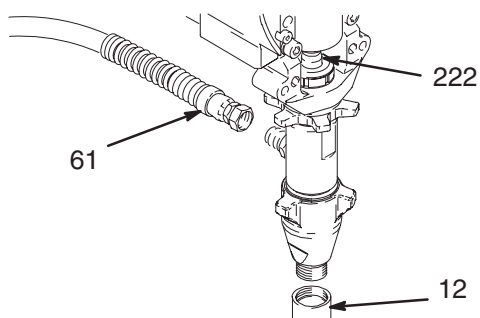

Abb. 8
3. Abb. 8. Pumpe so anhalten, dass die Kolbenstange (222) an der tiefsten Stelle stehen bleibt.
4. Abb. 8. Saugrohr (12) und Schlauch (61) abnehmen.